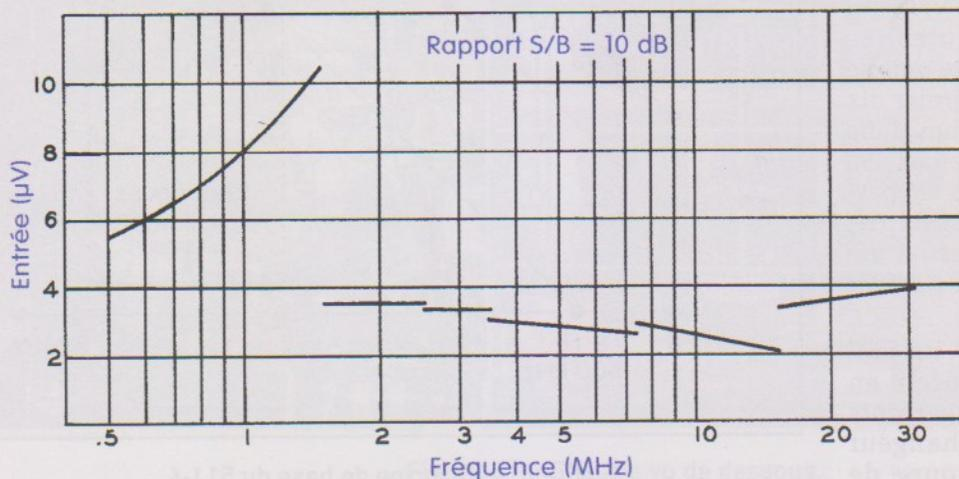

Figure 11. — Courbes de sensibilité.
- bandes gammes 2 à 30 : < 5 µV pour 10 dB S/B. (voir la figure 11)